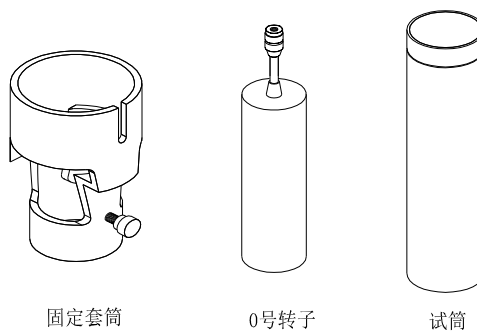

Fig. 4
- (1) 0号转子部件是由固定套筒、0号转子和试筒组成，其构造如图4所示，该部件只能在0号转子测量时使用，其余转子测试时不适用此部件。